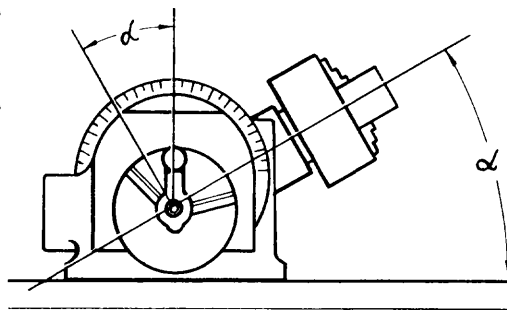

Fig. 4
- 3º paso - *Verifique la inclinación del husillo del aparato divisor. Observe si la división que corresponde al ángulo (α) deseado, en la escala de la parte móvil, coincide con la referencia (fig. 4).*